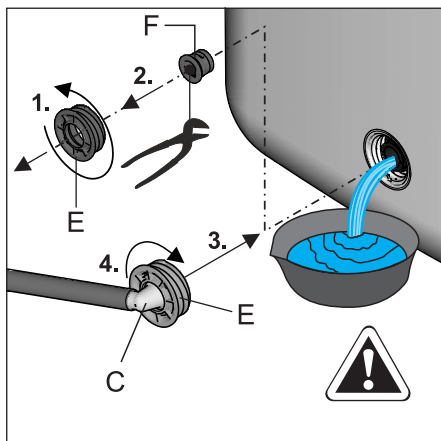

Bild 6-3 Skruva in förmonterad påfyllningsanslutning i påfyllnings-och tömningsanslutningen
- Skruva ut gängstycket (Bild 6-3, pos. E) vid påfyllnings- och tömningsanslutningen samt ta bort låsproppen (Bild 6-3, pos. F) och **skruva genast in** den förmonterade påfyllningsanslutningen (Bild 6-1, pos. C) i påfyllnings- och tömningsanslutningen (Bild 6-3) **igen**.